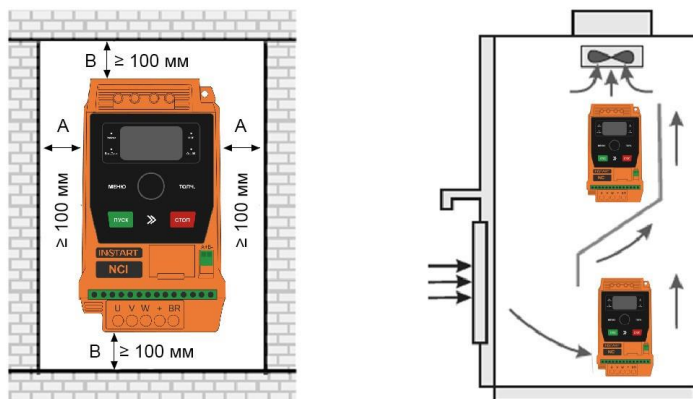

Рисунок 3.1 – Схема установки ПЧ серии NCI
- Оставить свободное место выше/ниже и с двух сторон от преобразователя частоты, чтобы обеспечить приток и отток воздуха (см. рис. 3.1 и таблицу 3.1). Следует также учитывать тепловыделение других устройств, находящихся в одном шкафу с преобразователем частоты.
- Преобразователь частоты может быть установлен только в вертикальном положении. Если в одном шкафу необходимо установить несколько ПЧ, то установку необходимо производить горизонтально в ряд. В случаях, если необходимо установить ПЧ друг над другом, требуется установить изолирующий разветвитель под углом 45 градусов, который будет полностью перекрывать зону выброса нагретого воздуха с нижестоящего ПЧ (рисунок 3.1).